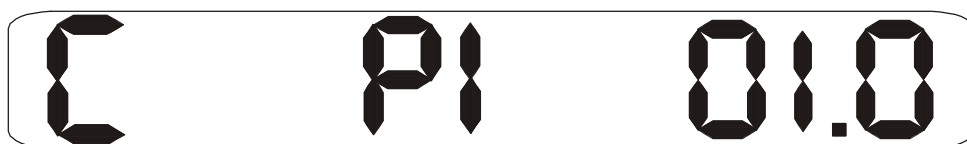

Рис. 14. Значение давления P1, при котором происходит измерение величины влажности.
**6.3.4. Режим пересчета давления.** Для входа в этот режим надо нажать кнопку “Режим” два раза. На индикаторе появится следующее изображение (Рис.14). Это означает, что давление P1, при котором происходит измерение, равно 1 атм.